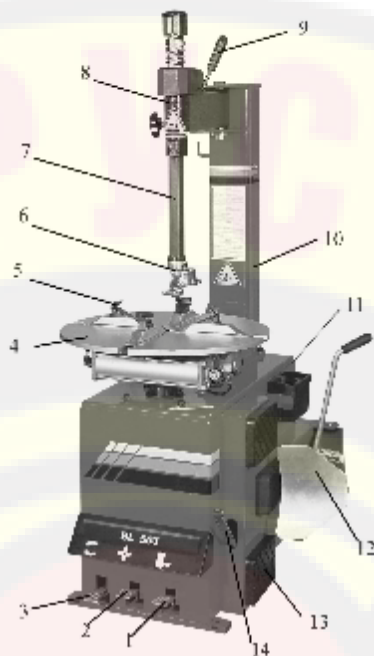

Рис.2
2) Нажмите педаль вращения стола (3, рис.2). Монтажный стол должен вращаться по часовой стрелке. Поднимите педаль. Стол должен вращаться против часовой стрелки.
3) Нажмите педаль отжима покрышки (1, рис.2) до срабатывания лопаты отжима. При отпускании педали она должна вернуться в исходное положение.
4) Нажмите педаль зажима кулачков (2, рис.2) для разведения кулачков. При повторном нажатии на педаль кулачки сходятся.
3) Установите колесо на монтажный стол (4, рис.2).
Поместите четыре кулачка (5, рис.2) в положение, отмеченное маркировкой на столике, выжимая до половины вниз педаль зажима (2, рис.2).
5) Опустите штангу (7, рис.2), пока монтажная головка (6, рис.2) не окажется рядом с ободом над колесом. При помощи блокировки зафиксируйте положение штанги.
7) Поднимите закраину покрышки на носик монтажной головки (3, рис.2).
9) Удерживая монтажную лопатку (14, рис.2) в нужном положении, вращайте стол по часовой стрелке, полностью выжав педаль вращения стола. Продолжайте, пока шина полностью не отделится от обода.
3) Зафиксируйте обод колеса при помощи внутренних частей кулачков (5, рис.2).
4) Замечание: если вы работаете с ободами одного и того же размера, нет необходимости постоянно фиксировать и освобождать штангу. Вместо этого сдвиньте в сторону плечо (8, рис.2) с зафиксированной штангой (7, рис.2).